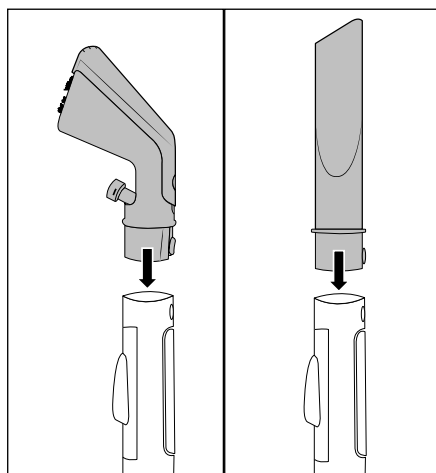

Fig. 3
- ◆ Inserire la bocchetta per imbottiture **22** o la bocchetta per giunti **23** nel flessibile di spruzzo/aspirazione **19** finché il tasto di blocco **25**/**22** non s'innesta (vedere fig. 3).